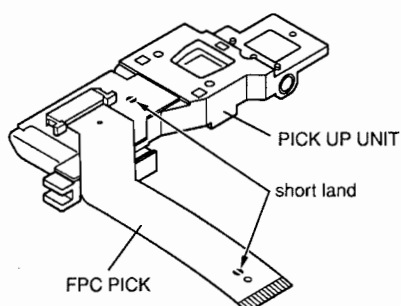

Fig. 3-8
1. O/W HD リード線固定用のテープ ④⑦ をはがす。
2. O/W HD リード線 ⑤① を PCB CONTROL BLK ④⑤ より外す。
4. FPC PICK ④⑧ のショートランド (Fig. 3-8) を半田にてショートする。
5. FPC PICK ④⑧ を PCB CONTROL BLK ④⑤ のコネクタより外す。
6. ネジ ⑤⑥ 2 本を外し、PCB CONTROL BLK ④⑤ を外す。
7. SW NOB (L) ④⑨、SW NOB (S) ⑤⑩ を外す。
8. ネジ ②③ 2 本と ③② 2 本を外し、LID HOLD BKT ④⑥ を外す。
9. ネジ ②③ を外し、LID HOLD ⑥⑧ を外す。
10. ネジ ②③ 2 本を外し、TOP PLATE ③⑥ を外す。
11. ネジ ②④ を外し、O/W HD ②⑤ を外す。
12. HOLDER A/SPG ④④ を外す。
13. ネジ ③② 2 本を外し、SIDE BKT (R) ③① を外す。
14. INSULATOR ⑤④ 2 コを外す。
1. Solder the short land (Fig. 3-8) on the PICK UP UNIT ⑮ and disconnect the FPC PICK ④⑧.
2. Unscrew the screw ②① and remove the SLED BASE ⑰.
- Apply screw-locking compound to the tip of the screw ②① after completing installation.
1. PICK UP UNIT ⑮ のショートランド (Fig. 3-8) を半田にてショートし、FPC PICK ④⑧ をコネクタより外す。
2. ネジ ②① を外し、SLED BASE ⑰ を外す。